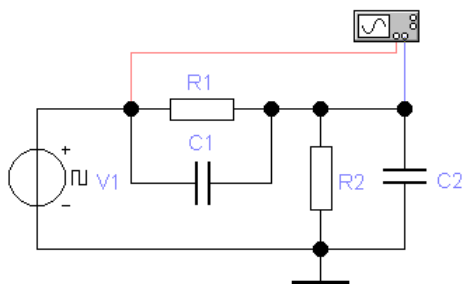

Рис. 2
3.1. Соберите схему для исследования частотно-компенсированного делителя напряжения при импульсном воздействии (рис. 2).
Согласно рис. 2 канал А вертикального отклонения осциллографа отображает напряжение источника V1, а канал В – выходное напряжение делителя. Изображение сигналов на экране осциллографа рекомендуется отображать разным цветом. Для задания цвета осциллограммы щелкните правой клавишей мыши на проводе, подключен-